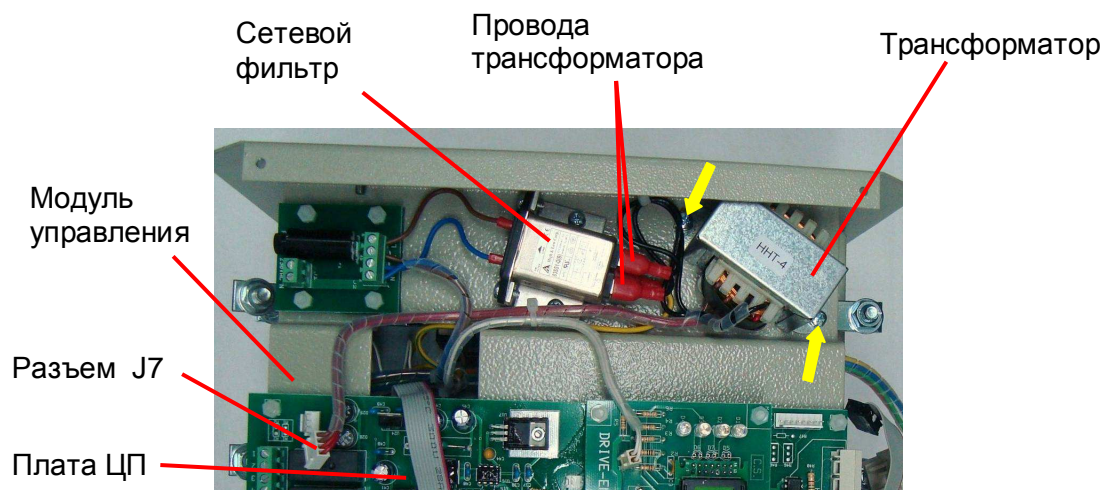

Рис. 7.8
7.2.1. Установить трансформатор на модуле управления согласно рис. 7.8.
7.2.2. Вкрутить два винта крепления трансформатора (рис. 7.8, желтые стрелки).
7.2.3. Подсоединить провода трансформатора к сетевому фильтру и разъем J7 к плате ЦП (рис. 7.8).